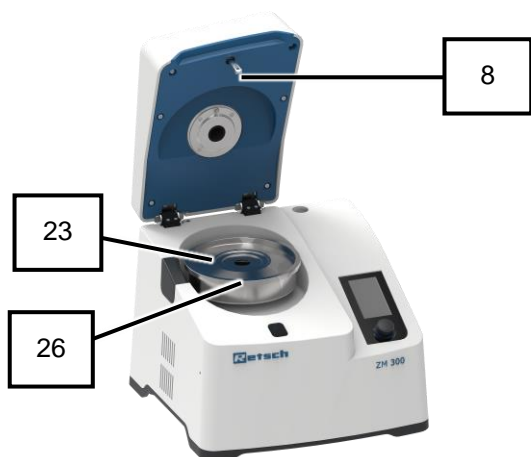

Рис. 22: внутренняя камера с открытой кассетой
12. Закройте кассету (24) крышкой кассеты (23) (Рис. 22).
13. Закройте крышку прибора (2) и удерживайте ее в закрытом положении около 2 с.